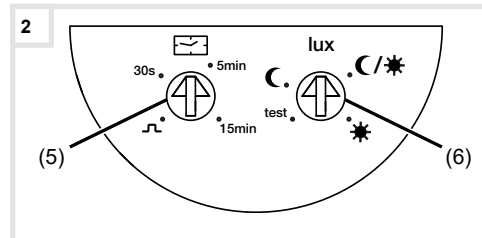

Fig. 2: elementi di regolazione
- Impostare l'esercizio di test. Impostare per questo il potenziometro per la luminosità di risposta (fig. 2, 6) sulla posizione test.